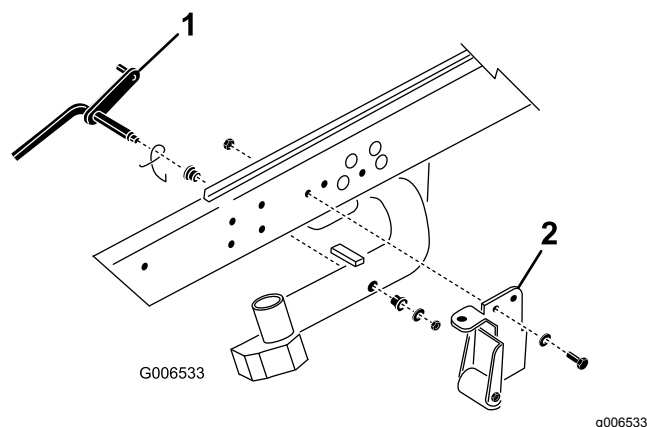

Figure 3
1. Enlevez le contre-écrou et la rondelle qui fixent la tige de pivot au bras de levage n° 2 (Figure 3). Enlevez la tige de pivot et le ressort du bras de
pas nécessaires pour utiliser les unités de coupe DPA (Figure 3).